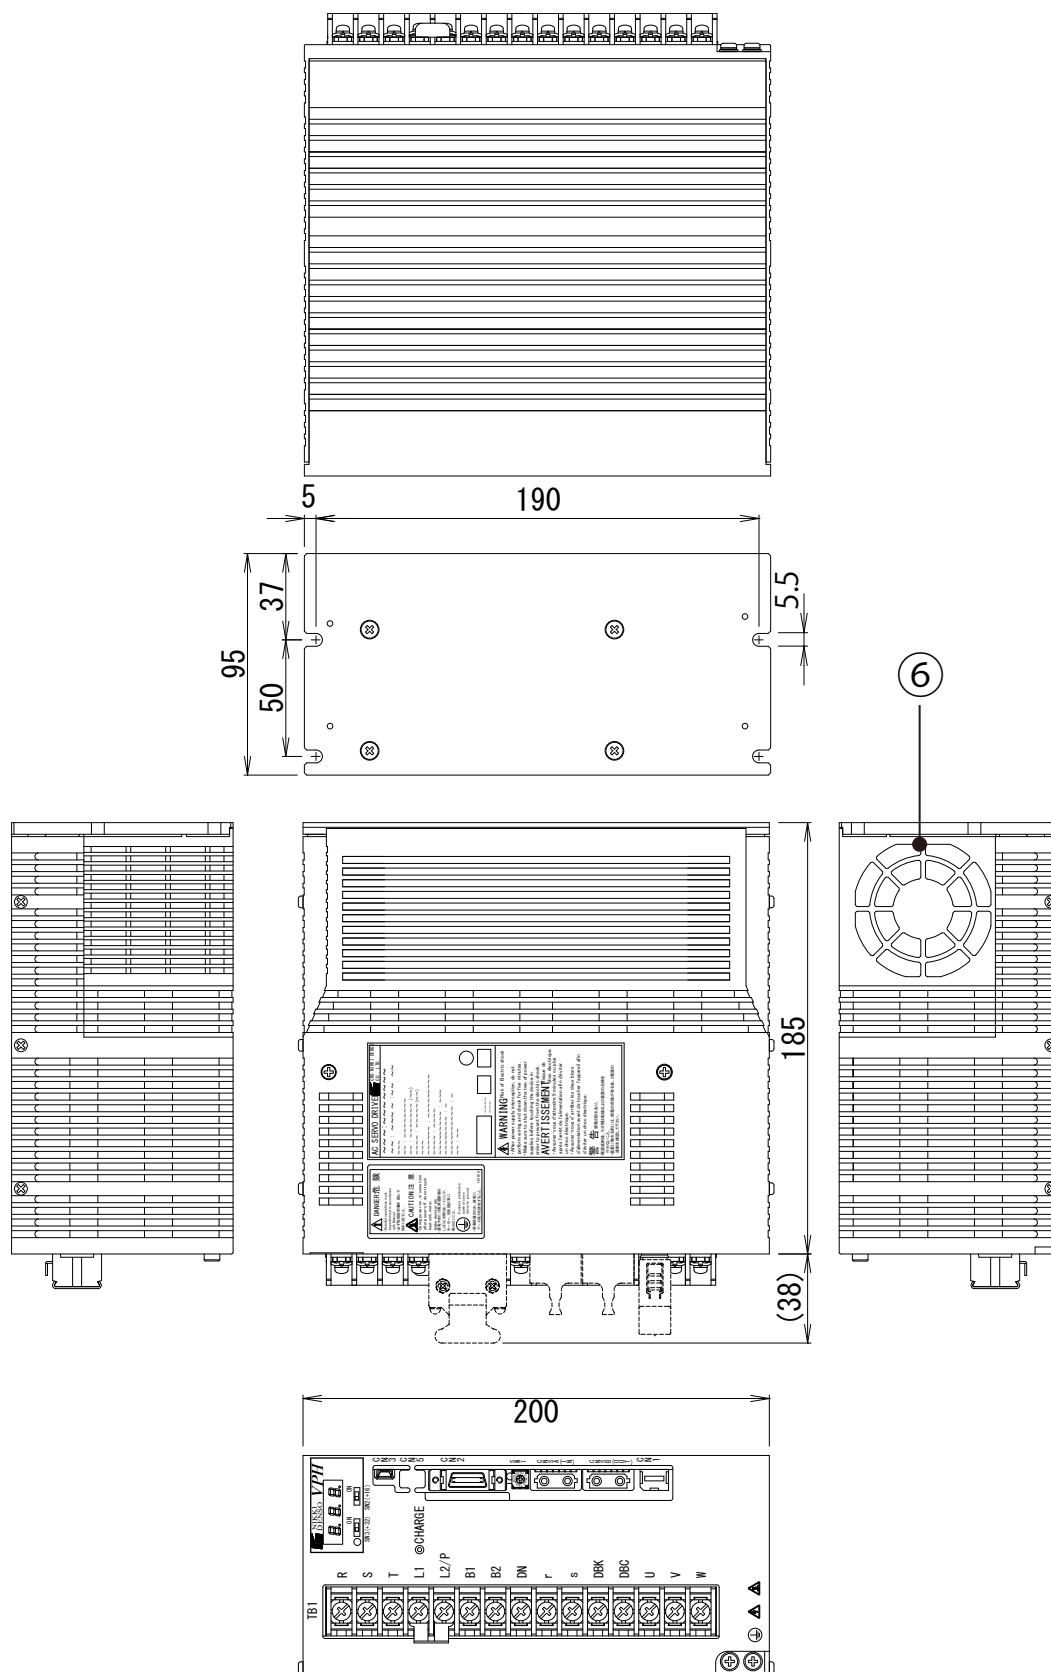

図12-5 1.5kW、2.2kW装置本体外形図 (Type3)
| ⑥ | FAN | 空冷用ファン「図 12-5 1.5kW、2.2kW 装置本体外形図 (Type3)」参照 | |